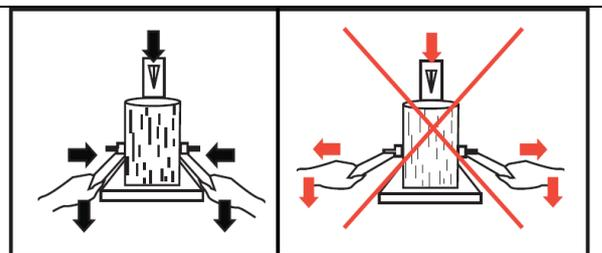

Fig.6
b) Réglez les griffes supports de bûche (3) selon le diamètre de la bûche jusqu'à obtenir une prise en mains confortable des leviers de contrôle.
c) Tenez la bûche en maintenant fermement les leviers de contrôle (Fig.6)
Ne jamais ouvrir les supports de bûches lorsque le vérin est en action (Fig.6)
abaissez simultanément les deux leviers de commande. (voir Fig.6)